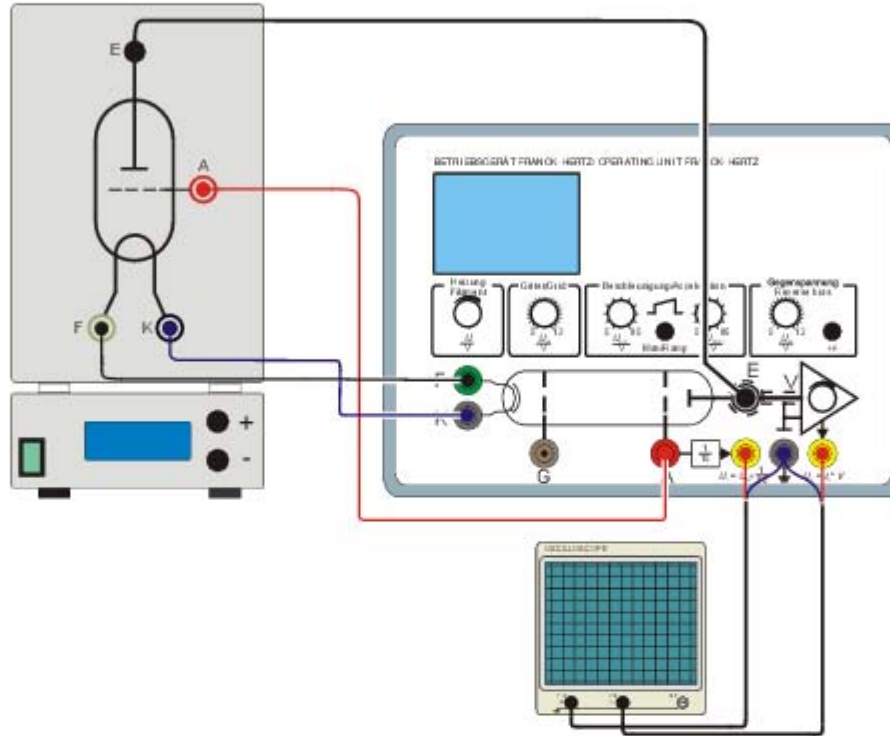

Fig. 1 Montage expérimental du tube de Franck et Hertz au Hg
- Reliez entre elles les entrées et sorties "A", "F" et "K" (voir fig. 1).